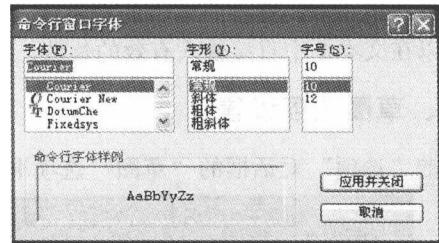

图 1-10 “命令行窗口字体”对话框
- 字体 (F) 按钮，单击该按钮，打开如图 1-10 所示的“命令行窗口字体”对话框，修改命令文本窗口中的字体样式。